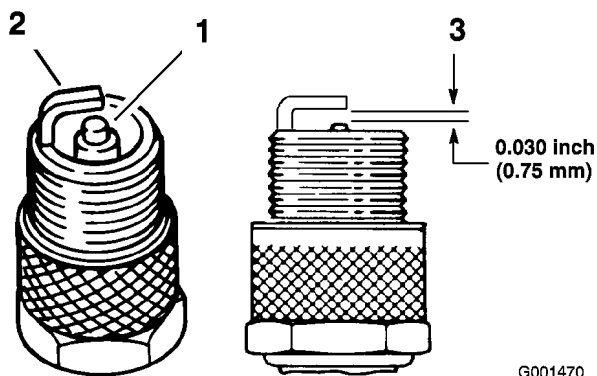

Figura 36
- Controllate le condizioni degli elettrodi laterale e centrale, e dell'isolatore dell'elettrodo centrale, per verificare che non siano danneggiati (Figura 36).
- Impostate la distanza tra il centro e il lato degli elettrodi a 0,762 mm (Figura 36). Montate la candela con la giusta distanza fra gli elettrodi, e serratela a 20 Nm.